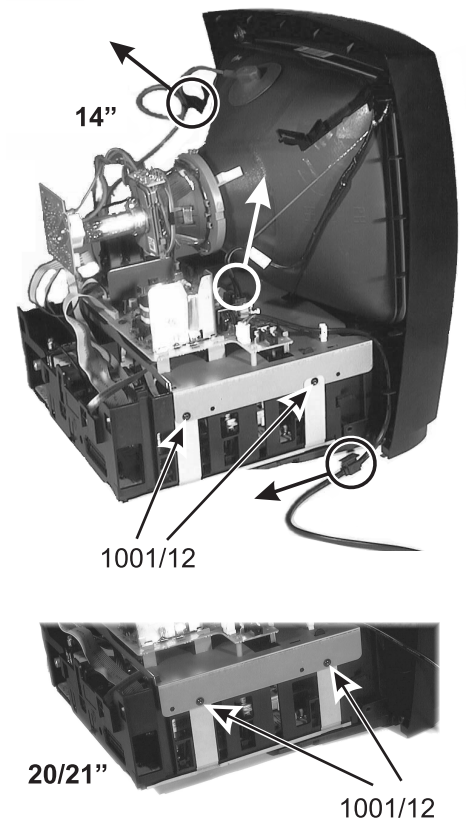

Figura 4-3
2. Quitar los 4 tornillos 1001/12 (ver figura 4-3).
3. Retirar el cable de red de las guías de cables (ver figura 4-3).
5. Desconectar la bobina de Degaussing (ver figura 4-3).
7. Desenganchar el cable de alta tensión (EHT) de su soporte (ver figura 4-3).